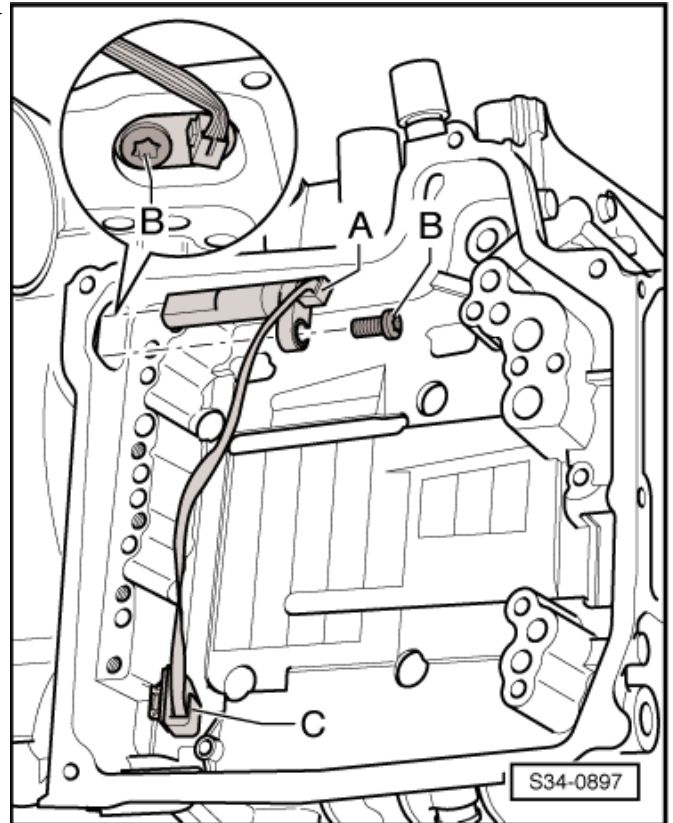

Abb. 3: Magnet für Wählhebelsperre -N110- ►
- ☐ Einbauort ⇒ Abb. 3 in **34-1** Seite 3